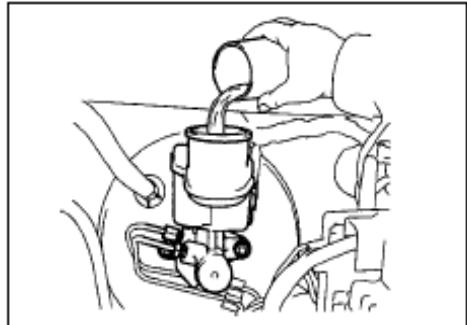

Рис. 245
1. Наполните специальный бачок тормозной жидкостью(рис. 245)